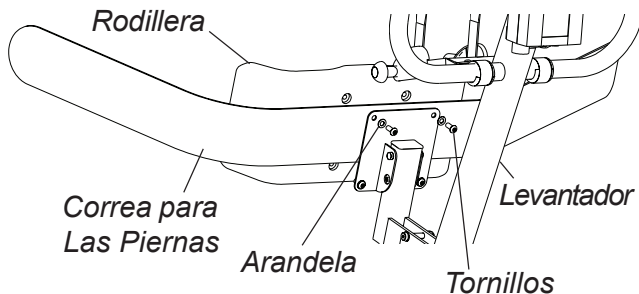

FIGURA 5 - REEMPLAZANDO LA CORREA OPTIONAL PARA LAS PIERNAS
REEMPLAZANDO LA CORREA OPTIONAL PARA LAS PIERNAS (FIGURA 5)
1. Remueva los dos (2) tornillos de ARRIBA y las arandelas que sostienen la rodillera y la correa para las piernas existentes en el levantador.
2. Afloje los dos (2) tornillos de ABAJO y las arandelas que sostienen la rodillera y la correa para las piernas existentes en el levantador.
4. Coloque la nueva correa para las piernas y alínela con los cuatro (4) hoyos, según se muestra en la FIGURA 5.